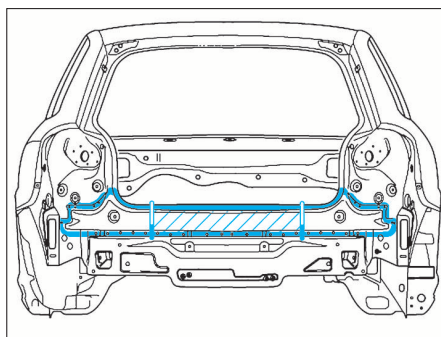

FIG. 39
- Détacher l'assemblage d'origine (Fig.39).